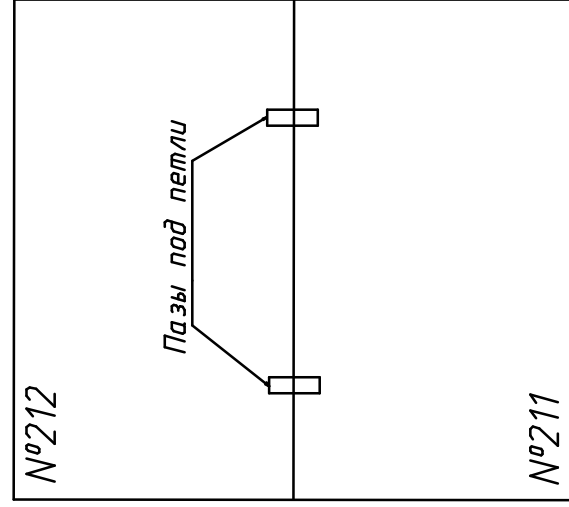

Рис.1
1. Приложить детали №211 и №212 друг к другу (см. рис.1).